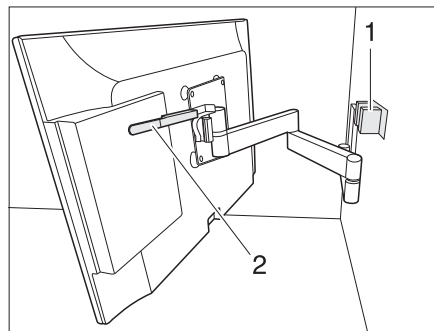

Fig. 104 Supporto con braccio snodato
- Spingere la leva (Fig. 104,2) verso il basso per sbloccare lo schermo piatto dall'arresto (Fig. 104,1). Rilasciare la leva.